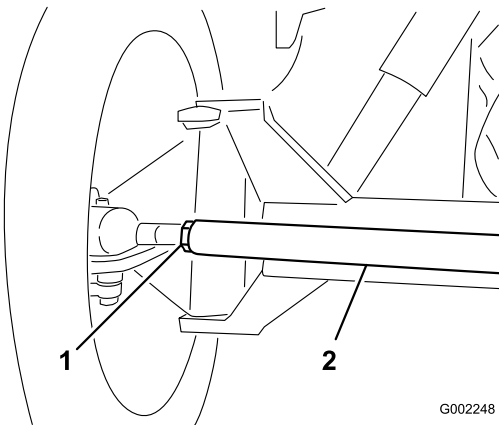

図 50
3. 前後の測定値の差が所定範囲にない場合、タイロッド両端のジャムナットを外して調整を行う(図 50)。